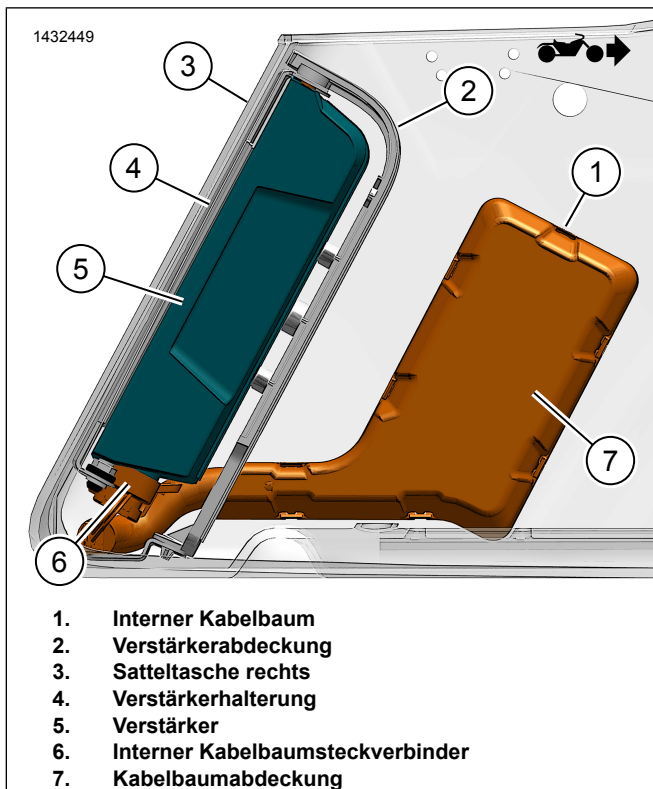
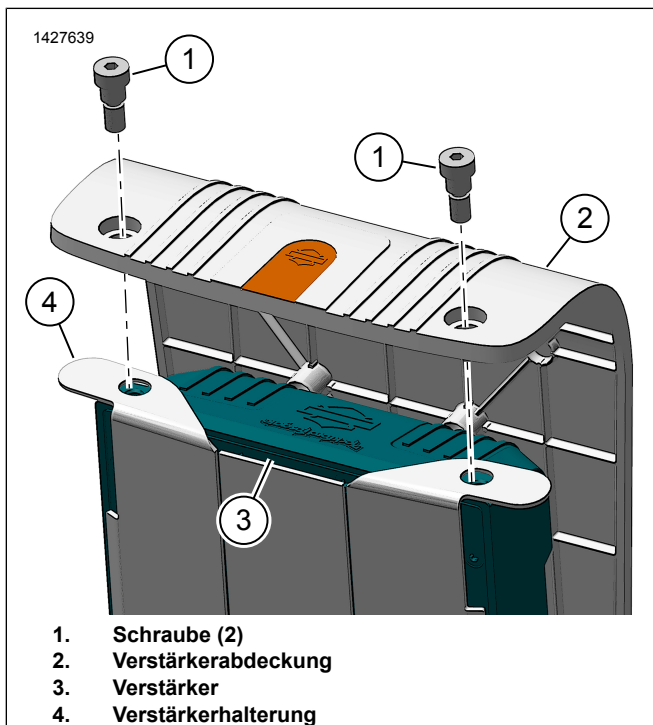

Abbildung 15. Satteltaschenkabelbaum mit Verstärker
Abbildung 16. Verstärkerabdeckung
7. Abbildung 15 Den Verstärker (5) in Verstärker-Befestigungshalterung (4) einbauen.
8. Die Verstärkerabdeckung (2) anbringen.
9. Abbildung 16 Die Schrauben (1) einbauen. Festziehen.